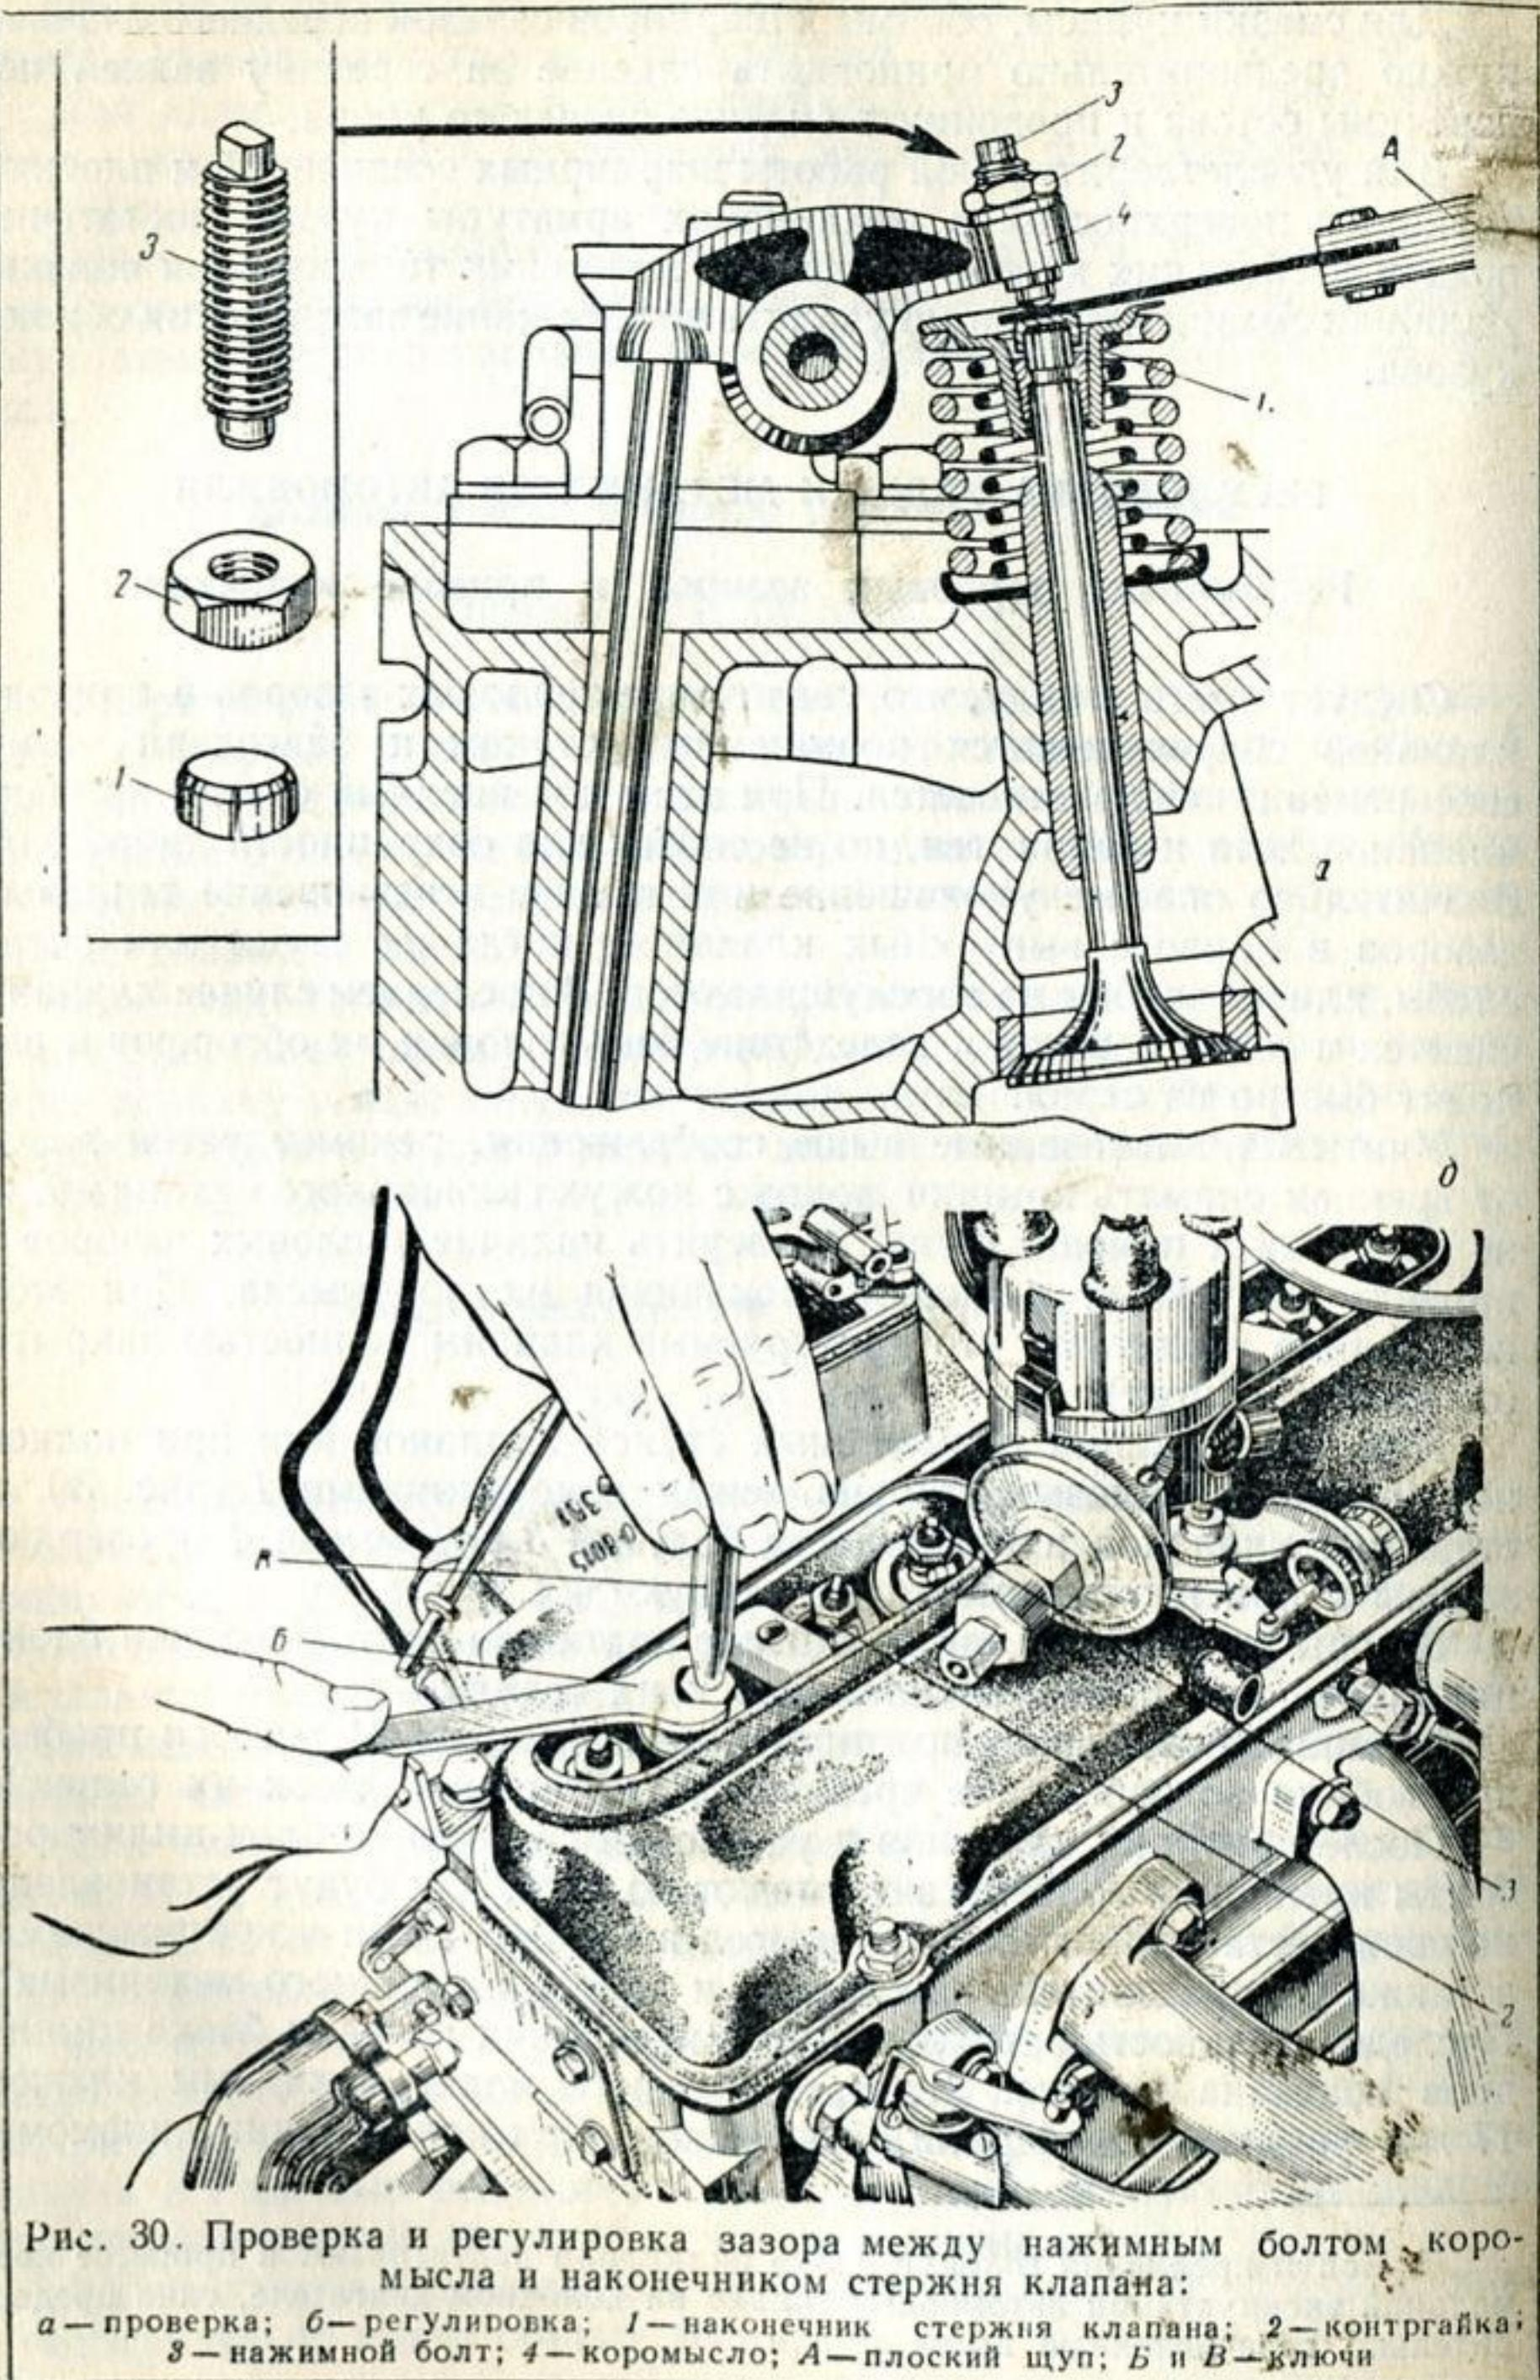

Рис. 30. Проверка и регулировка зазора между нажимным болтом коромысла и наконечником стержня клапана:
При обнаружении повышенных стуков клапанов или при полном исчезновении тепловых зазоров между наконечниками 1 (рис. 30, а) стержней клапанов и нажимными болтами 3 коромысел 4 проверяют зазоры и при необходимости регулируют их.
- Проверяют с помощью плоского щупа А (см. рис. 30, а) зазоры между нажимными (регулировочными) болтами 3 коромысел 4 и наконечниками 1 стержней клапанов первого цилиндра.
- Регулируют зазоры между нажимными болтами 3 (рис. 30, б) коромысел 4 и наконечниками 1 стержней клапанов. Для этого гаечным ключом Б (14 мм) отпускают контргайку 2 нажимного болта коромысла и вращают головку нажимного болта специальным торцовым